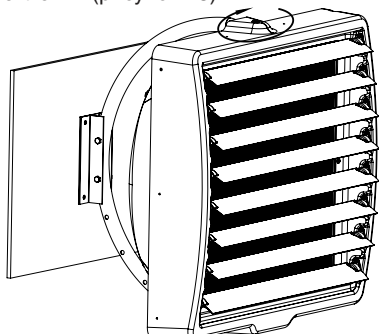

Рис.13
7.14 Диаметр поворот  $90^\circ$  относительно оси крепления (рисунок 13).